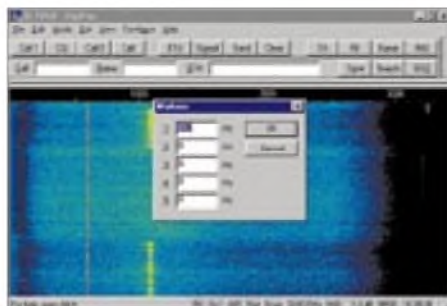

Bild 4: Fenster für die Eintragung des Markers, der sich als rote Linie abzeichnet
2. Einstellung des ersten Markers auf die Überlagerungsfrequenz *Pitch* des Transceivers: Gemäß Bild 4 Menü *View (Configure)* öffnen, um dann im Untermenü *Set markers (Markers)* beispielsweise 600 Hz einzutragen.